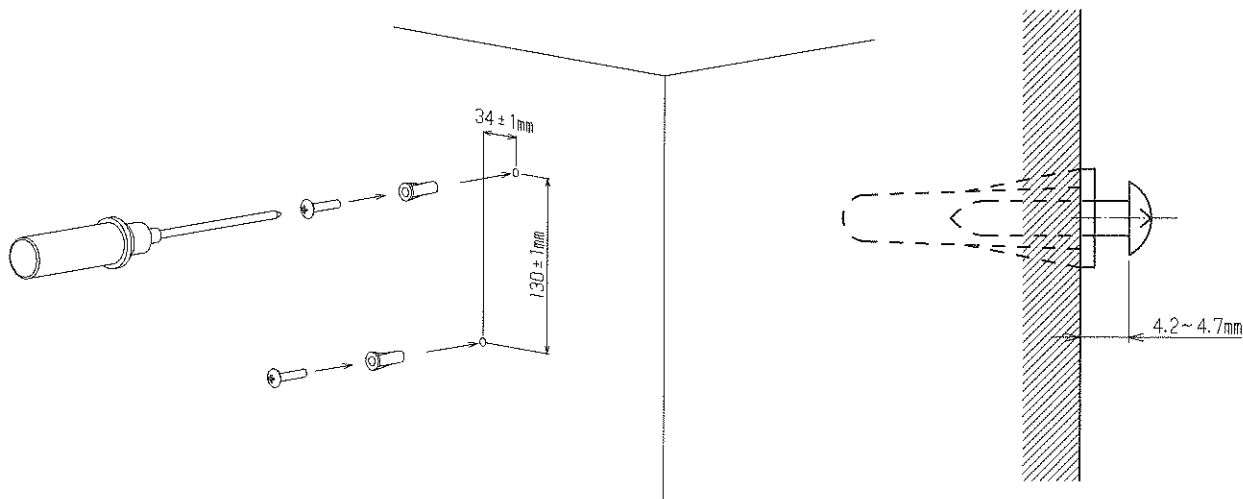

図4-41 壁掛け用ネジの取り付けと取り付け位置
- 壁にφ5mm、深さ25mmの穴を2ヶ所開け、壁掛け用ストッパ(付属品①)をハンマー等で押し込み、その上から壁掛け用ネジ(付属品②)を固定します。(図4-41参照)